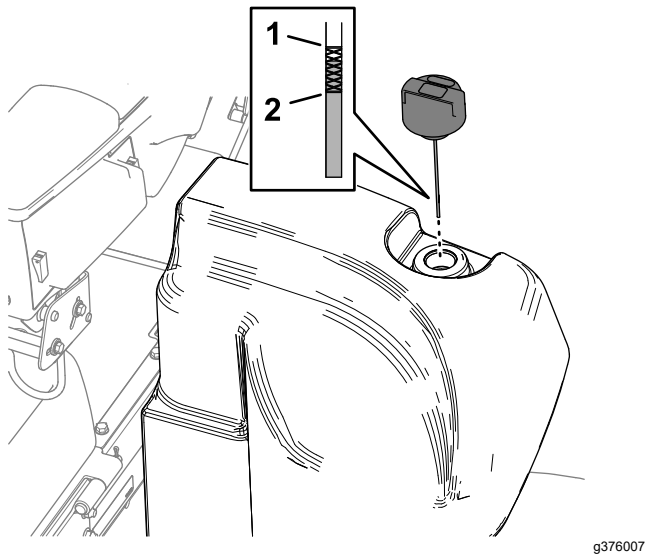

图 101
2. 清洁液压油箱加油颈和油箱盖周围的区域 (图 101)。